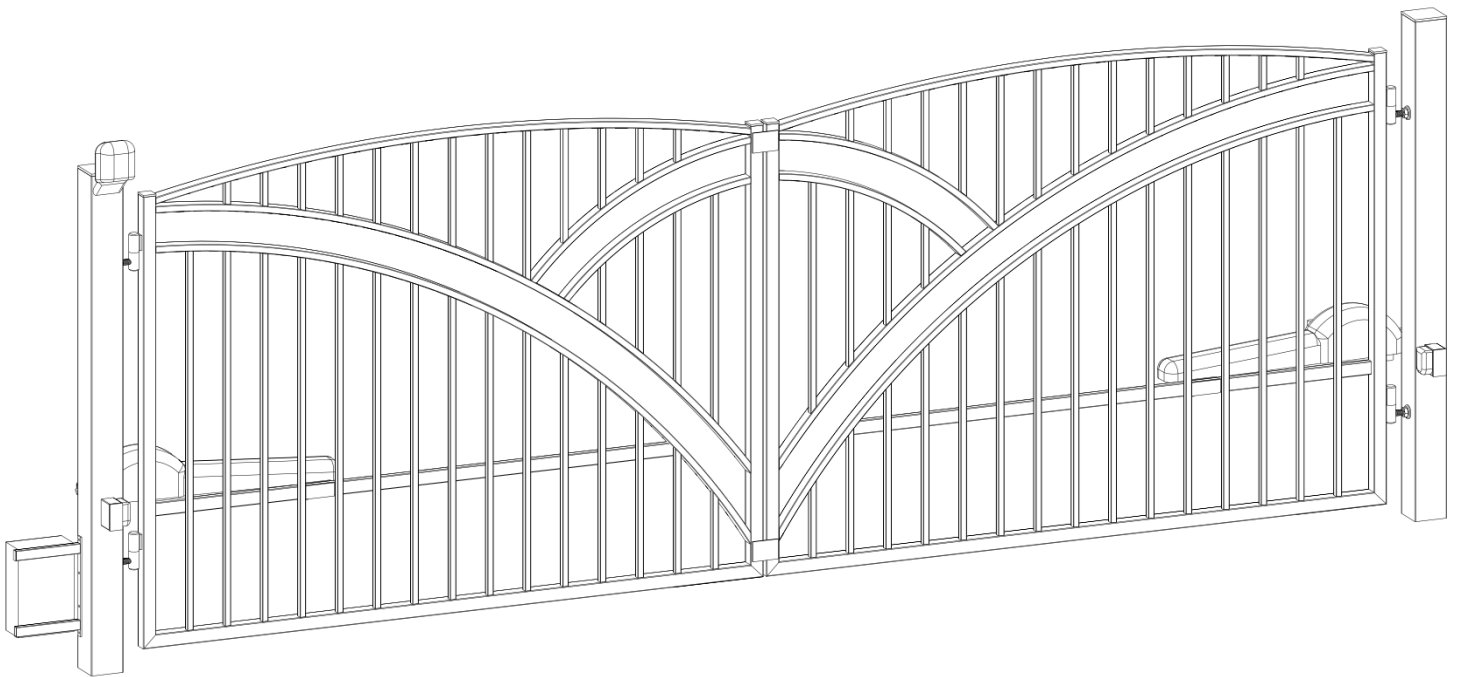

Rys. 4
10. Na wkręcone zawiasy zakładamy skrzydła bramy (Rys. 4).